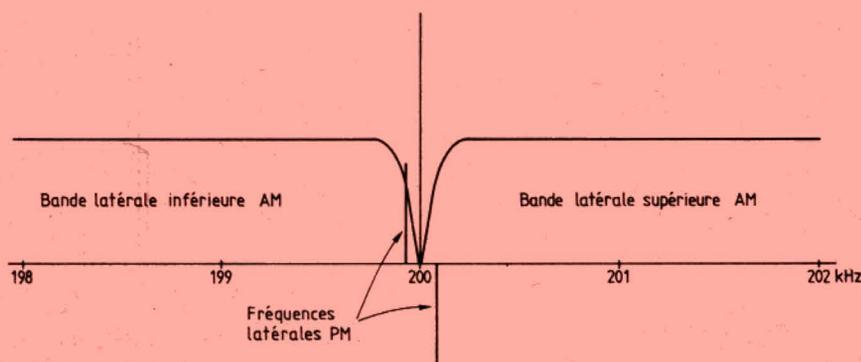
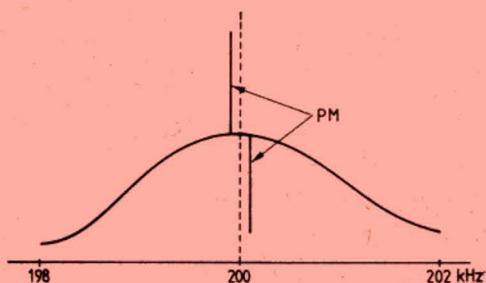

FIGURE 8. — Le radiotexte travaille en modulation de phase et avec des fréquences latérales qui sont très proches de la porteuse.
FIGURE 9. - En cas d'accord exact, les deux fréquences latérales de la modulation de phase se compensent exactement dans le démodulateur d'amplitude.
La figure 8 rappelle que le système travaille avec des fréquences latérales très proches de la porteuse (30 à 100 Hz), et que ces fréquences latérales apparaissent, à un démodulateur d'amplitude, comme se trouvant en opposition de phase. Lors d'un accord exact sur le sommet de la courbe de résonance du récepteur, comme dans la figure 9, il y a ainsi compensation parfaite de l'effet de la modulation de phase (PM).